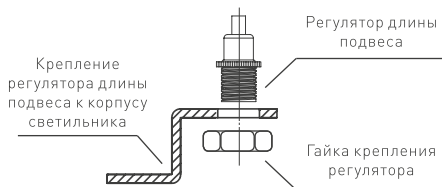

Рис. 2
2. Присоедините регуляторы длины подвеса к креплениям и закрепите их гайками, как показано на Рис. 2.